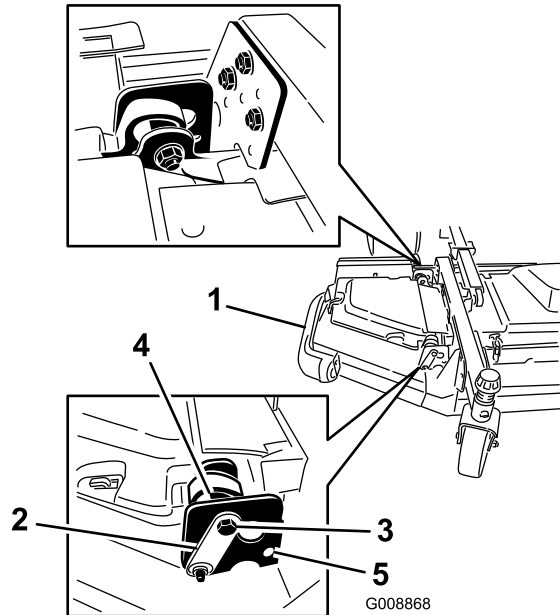

Bild 4
- Setzen Sie die vordere und hintere Anschlagsschraube zwischen die oberen Befestigungslöcher und die Exzenter ein (Bild 4).